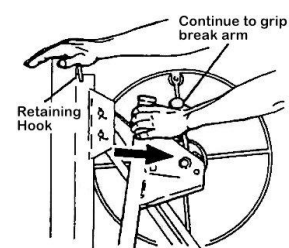

Figure 4
- c) Posiziona la mano destra sulla parte superiore del telaio. Continua a tenere la barra freno per evitare che il cavo d'acciaio si ritragga, quindi Tirare completamente il verricello verso di sé (Fig. 4).